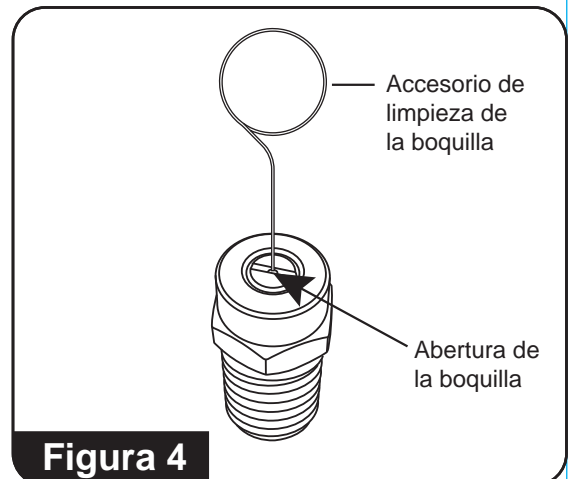

Figura 4
4. Con el accesorio de limpieza de la boquilla, libere cualquier material que obstruya o restrinja las aberturas de la boquilla. (**Consulte la figura 4**)